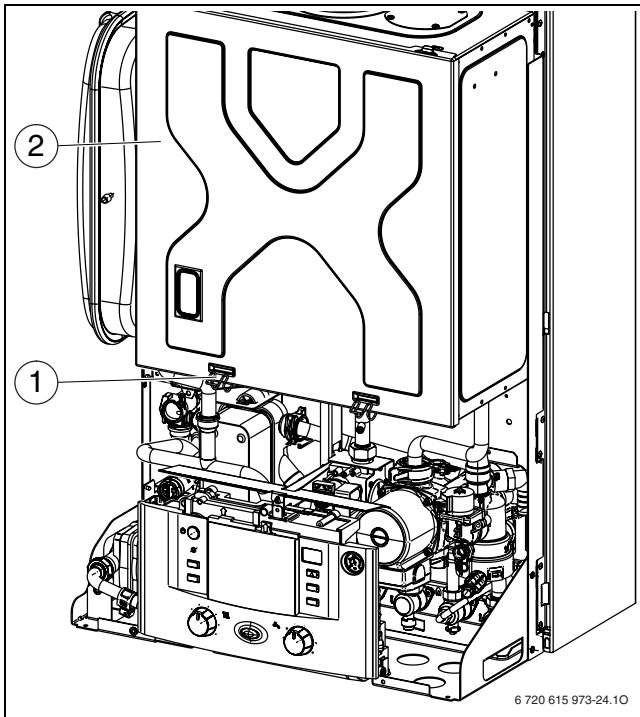

Fig. 54 Abrir la cámara de combustión
- ▶ Retirar las dos pinzas (1) y levantar la tapa de la caja de aire (2) hacia arriba (→ fig. 54).